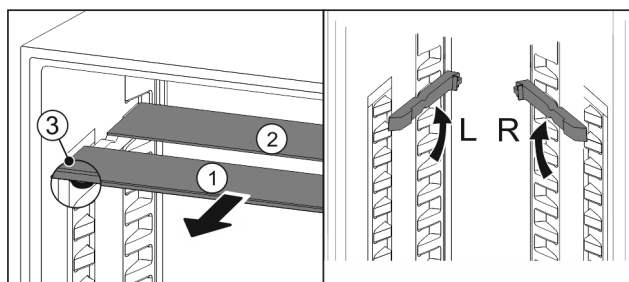

Fig. 100
- ▶ Træk glaspladerne ud enkeltvis fremad *Fig. 100 (1)*.
- ▷ Glasplade *Fig. 100 (1)* med pyntelisten ligger foran.
- ▷ Stoppene *Fig. 100 (3)* peger nedad.